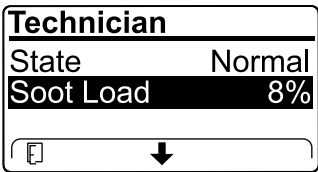

Bild 62
- Zeigen Sie die Rußlast an, die als Prozentsatz des Rußes im Dieselpartikelfilter (Bild 62) gemessen wird, siehe Tabelle für die Rußlast.